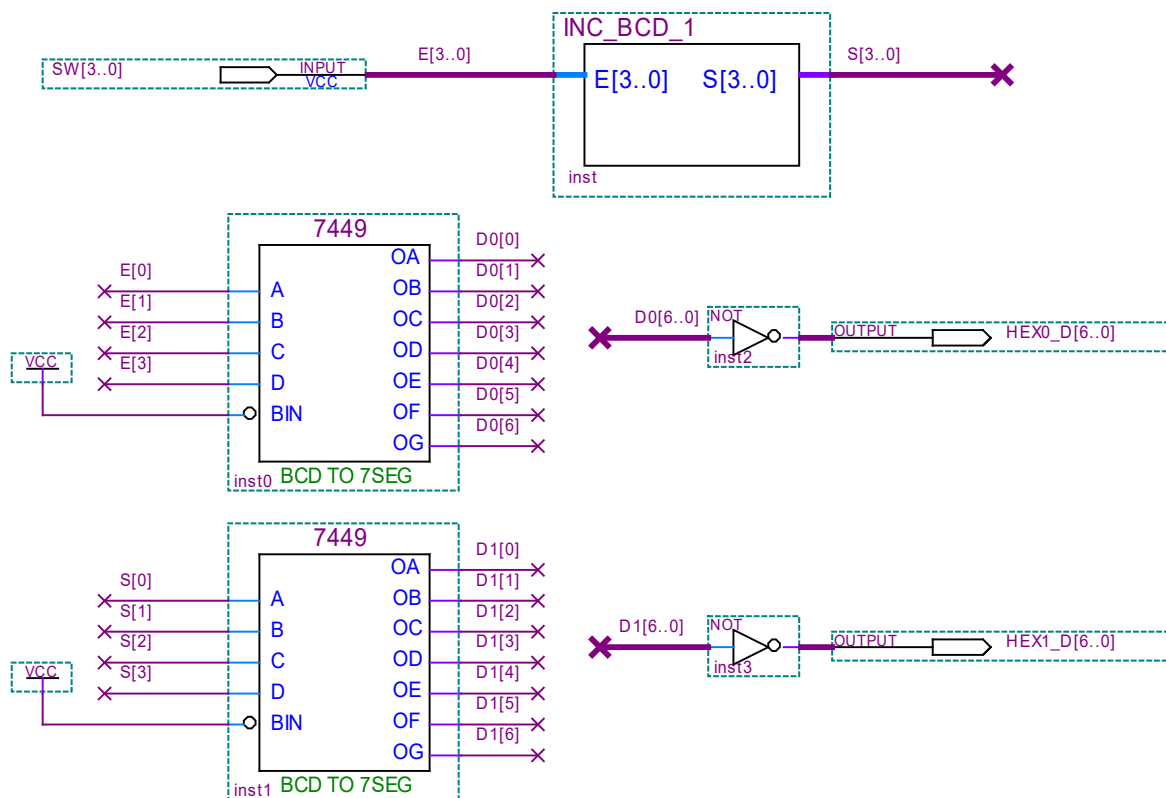

Figura 2. Prueba del circuito **INC_BCD_1**.
- Para probar el funcionamiento de **INC_BCD_1** en la placa DE0, generar un proyecto en el **Quartus II**, que despliegue en el display **HEX0** el valor de los switches **SW[3..0]** y en el display **HEX1** las salidas del circuito **INC_BCD_1**, cuyas entradas son los switches **SW[3..0]**. Se debe utilizar para ello el conversor 7449 (ver figura 2). Programar la placa y verificar el funcionamiento del circuito.